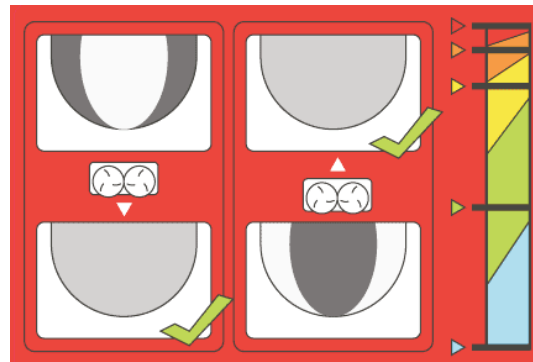

Figure 41
**Remarque:** Les couleurs sur l'autocollant de la Figure 41 correspondent aux couleurs de l'autocollant principal (Figure 30).